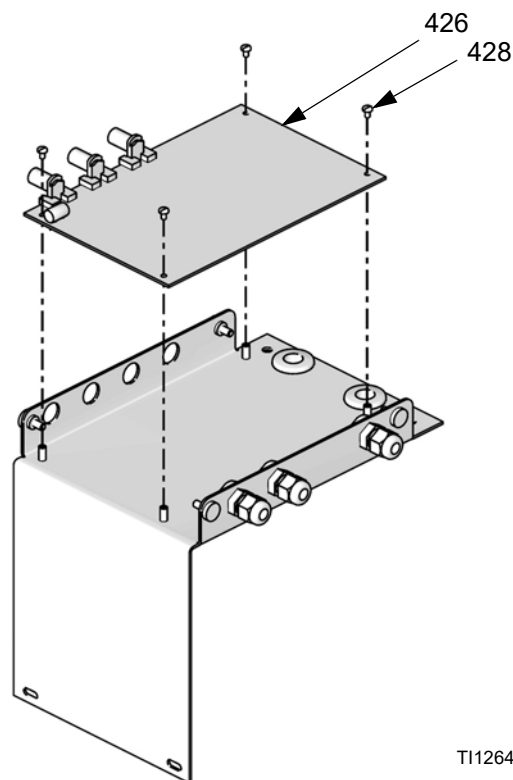

ABB. 28: Ausbau der Platine
4. Entfernen Sie 4 Schrauben (428). Bauen Sie die Platine (426) aus. ABB. 28.